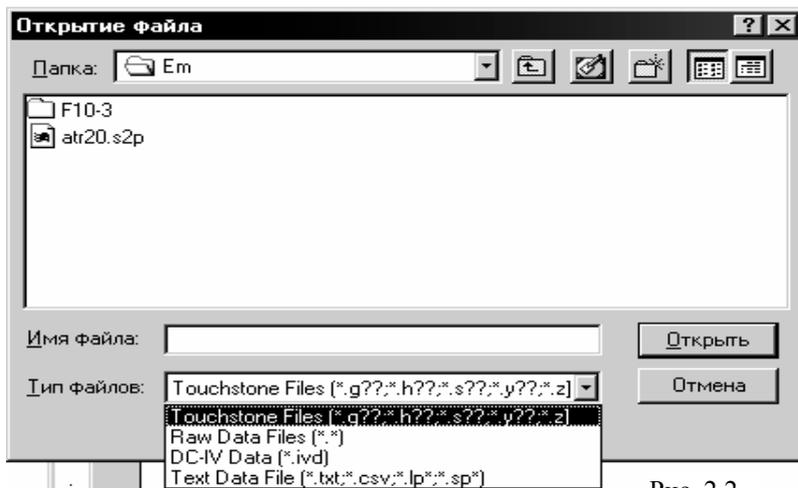

Рис. 2.2
1. Выберите **Project > Add Data File > Link To Data File** в выпадающем меню или щёлкните правой кнопкой мышки по группе **Data File** в окне просмотра проекта и выберите **Link To Data File**. Откроется диалоговое окно **Открытие файла** (рис. 2.2).